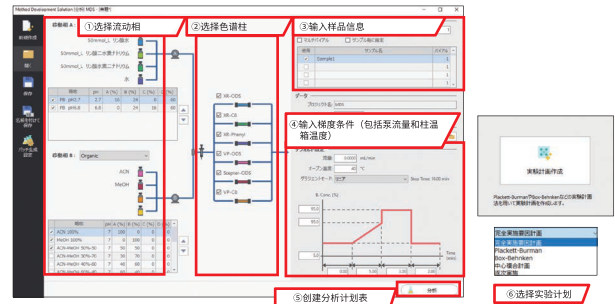
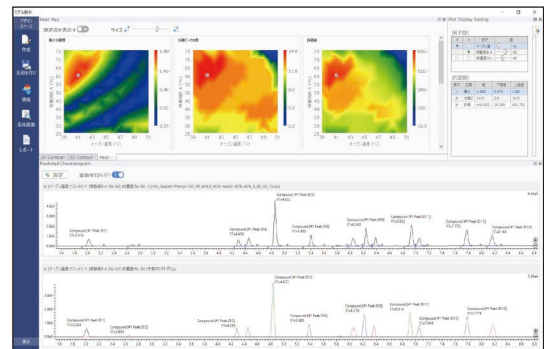
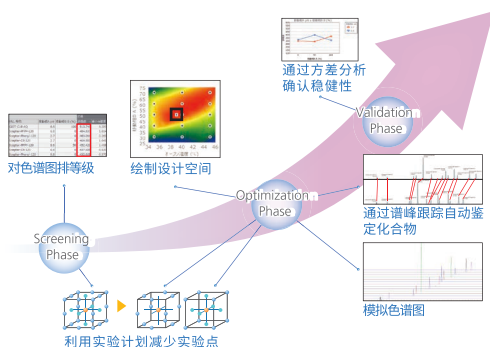

图 2 分析画面
图 3 解析画面
图 1 通过 LabSolutions MD 提高分析方法的开发效率
LabSolutions MD 为提高基于 AQbD 的一系列分析方法开发工作流程效率提供支持（图 1）。本软件由对流动相和色谱柱等各种参数进行设置、使用实验设计法进行分析的分析功能（图 2），以及针对所得数据绘制设计空间和预测色谱图的解析功能（图 3）组成。关于分析功能，可通过选择要使用的流动相和色谱柱，自动在切换的同时进行分析。此外，通过对使用了实验设计法的分析次数进行优化，能够进一步提高分析方法开发的效率。只需图 2 中①~⑥的 6 个步骤，即可快速创建使用以上实验设计法的分析计划表。